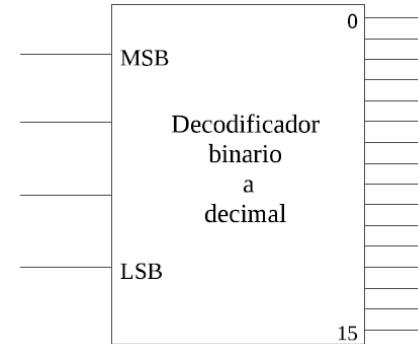

Figura 2
- Implementar o sistema utilizando o bloque decodificador binario a decimal de lóxica positiva xenérico (figura 2) e portas NOR de catro entradas.
- Implementar el sistema utilizando el bloque decodificador binario a decimal de lógica positiva genérico (figura 2) y pueras NOR de cuatro entradas.
- Calcular os valores límiores de tensión V_e e debuxar a gráfica da función de transferencia na figura 2.
- Calcular los valores umbrales de tensión V_e y dibujar la gráfica de la función de transferencia en la figura 2.*